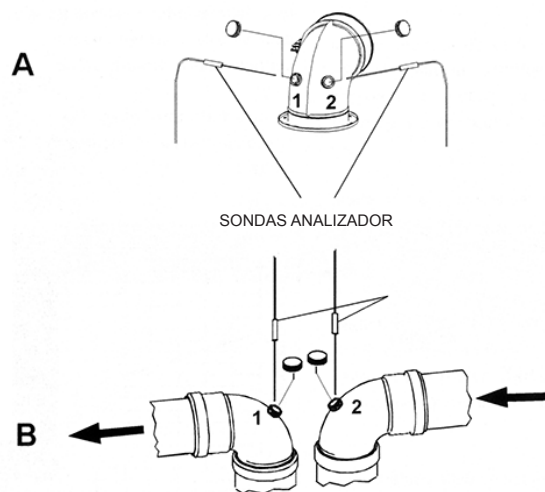

Fig. 16 Ejemplos de puntos de detección de humos
- medición de la temperatura del aire comburente tomada en el orificio dedicado 1 (ver ref. (A) Fig. 16 Ejemplos de puntos de detección de humos , para las calderas con cámara estanca y conductos provistos de sondas para análisis).
- medición de la temperatura de los humos y de la cantidad de CO2 tomada en el orificio 2 (Ver ref. (A) Fig. 16 Ejemplos de puntos de detección de humos , para las calderas con cámara estanca y conductos provistos de sondas para análisis).
- medición de la temperatura del aire comburente tomada en el orificio dedicado 2 (ver ref. (B) Fig. 16 Ejemplos de puntos de detección de humos , para las calderas con cámara estanca y conductos provistos de sondas para análisis).
- medición de la temperatura de los humos y de la cantidad de CO2 tomada en el orificio 1 (Ver ref. (B) Fig. 16 Ejemplos de puntos de detección de humos , para las calderas con cámara estanca y conductos provistos de sondas para análisis).